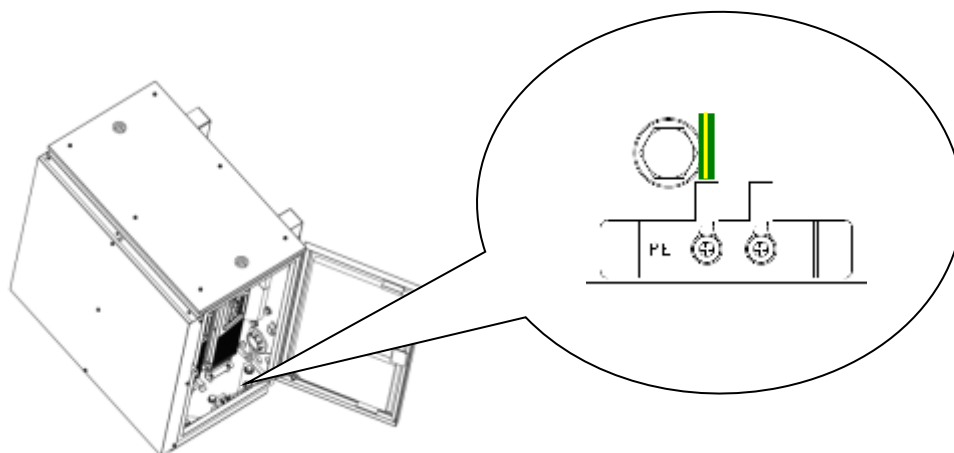

図 3.10 ケーブル (PE) の配線
- ③ PE の配線を図 3.10 に示します。PE 端子部に添付品のケーブル (PE) を接続してください。